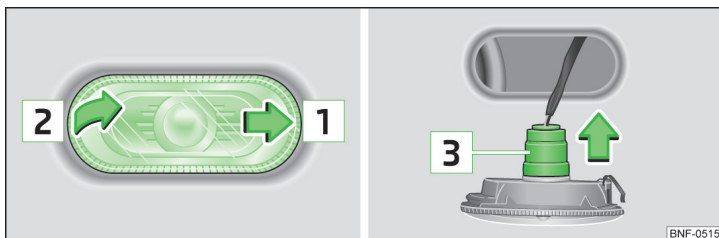

Fig. 131 Partea stngă a autovehiculului: nlocuirea becului lămpii de semnalizare
- mpingeți lampa de semnalizare în sensul săgeții **1** » fig. 131 (pe partea șoferului executați operațiunea în oglindă).